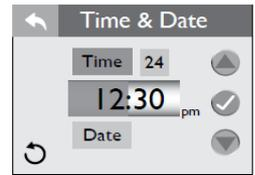

Figura 6.9c
1. Quando você acessar o menu, **Time** estará destacado em laranja, Figura 6.9c.